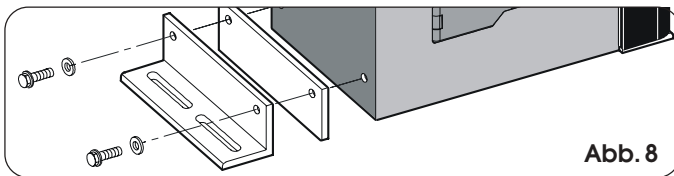

Abb. 8
- 1) Die Befestigungswinkel mit schwingungsdämpfenden Abstandstücken nach Abb. 8 an den Antrieb befestigen.